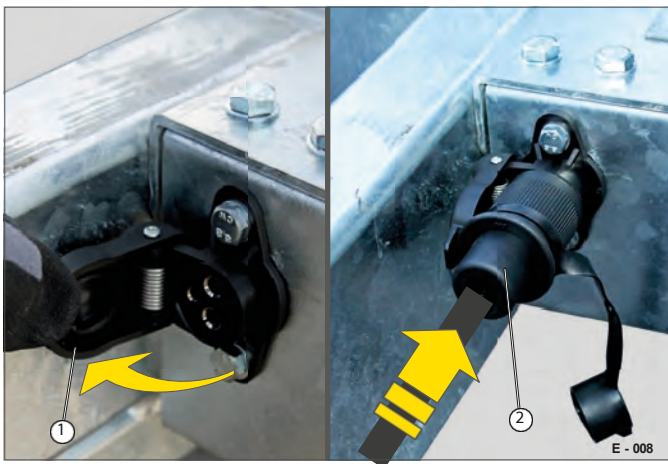

Fig. 8 Sätta i laddningskontakten
- Öppna locket (Fig. 8/1).
- Sätt i kontakten (Fig. 8/2).